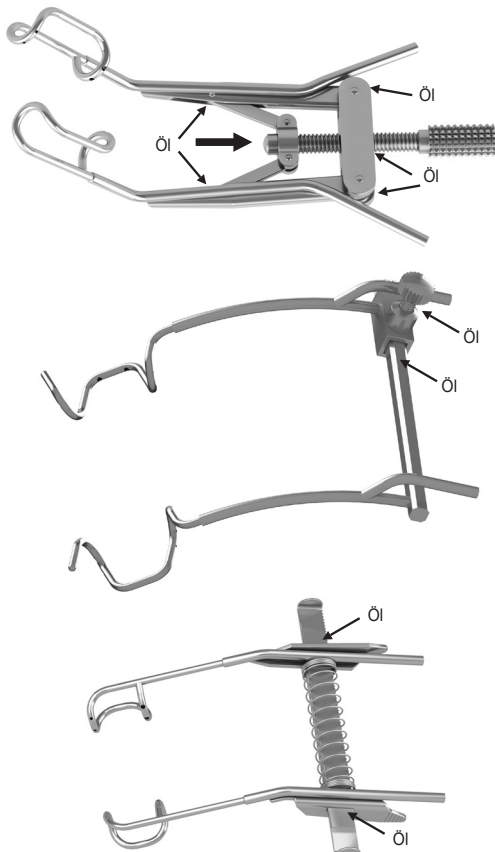

Abb. 5
- Bringen Sie das Instrumentenöl punktuell auf die zu ölende Fläche auf (Abb. 5).